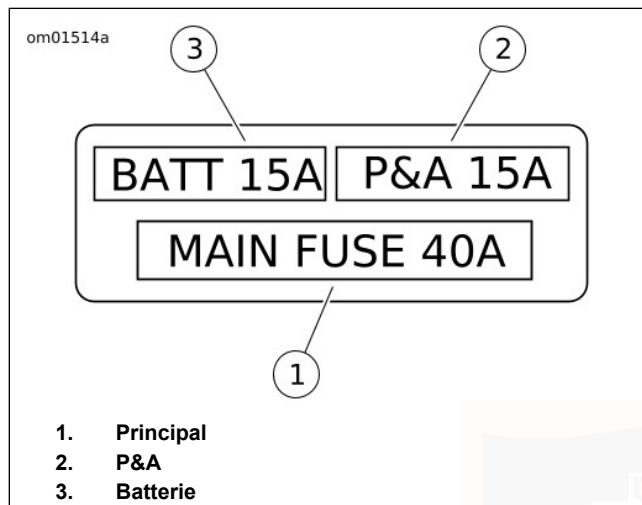

Figure 57. Bloc fusibles
Voir Figure 57. La moto est équipée des trois fusibles suivants pour protéger les systèmes électriques.
3. Voir Figure 57. Remplacer le fusible suspect par un fusible **neuf**.